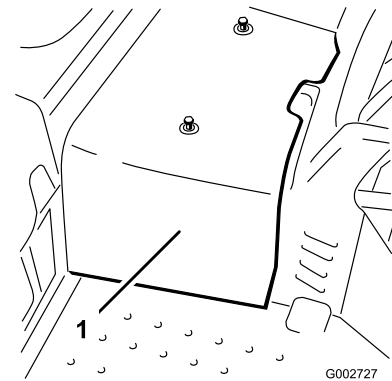

Figura 41
2. Retire las 2 tuercas que fijan la cubierta central a la máquina y retire la cubierta (Figura 41).